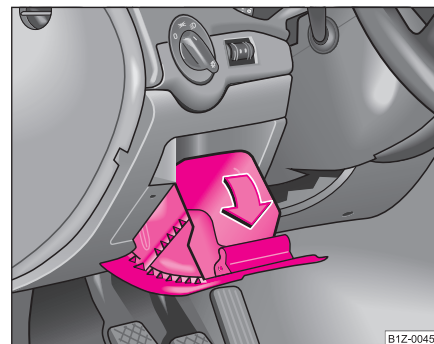

Fig. 101 Cuadro de interruptores: Compartimento guardaoobjetos en el lado del conductor
- El compartimento guardaoobjetos se abre levantando el asidero y abriéndolo en el sentido de la flecha ⇒ fig. 101. ►